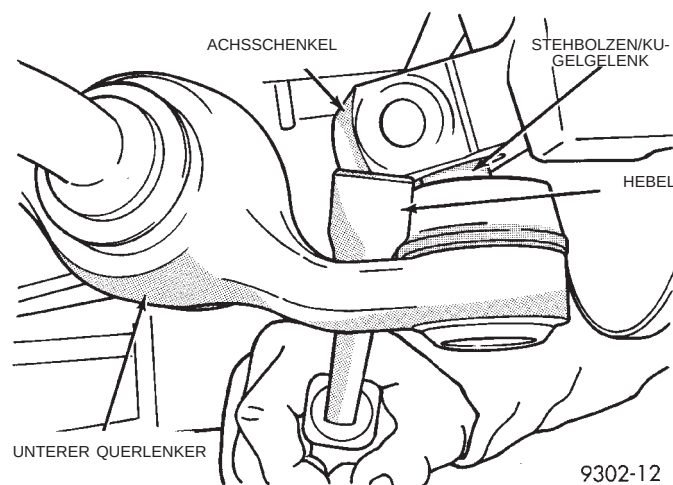

Abb. 39 Kugelgelenk vom Achsschenkel trennen
(4) Vorsichtig einen Hebel zwischen den Querlenker und den Achsschenkel schieben (Abb. 39). Den Hebel nach unten drücken, um das Kugelgelenk aus dem Achsschenkel herauszuhebeln (Abb. 39).